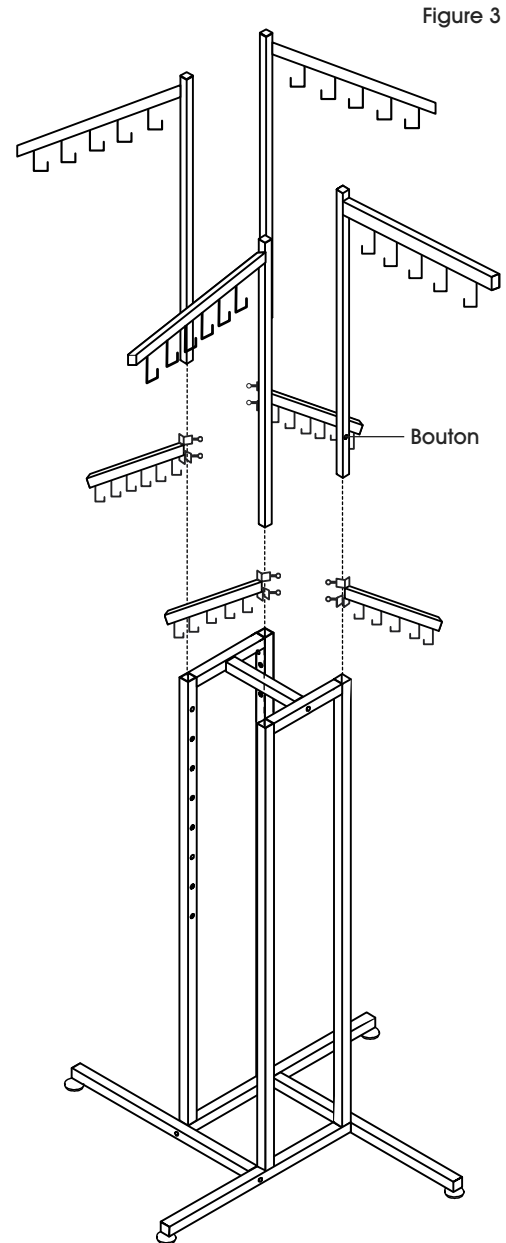

Figure 3
4. Glissez les bras à travers les bras à crochets en J dans les trous au haut de chaque cadre. (Voir Figure 3)